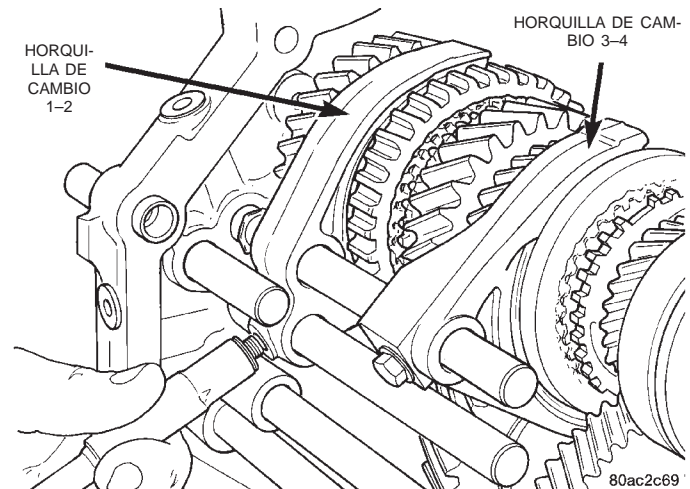

Fig. 59 Desmontaje de los pernos de fijación de la horquilla de cambios en la corredera de cambios
(12) Retire los pernos que fijan las horquillas de cambio 1-2 y 3-4 a las correderas de cambios (Fig. 59) y deseche los pernos.